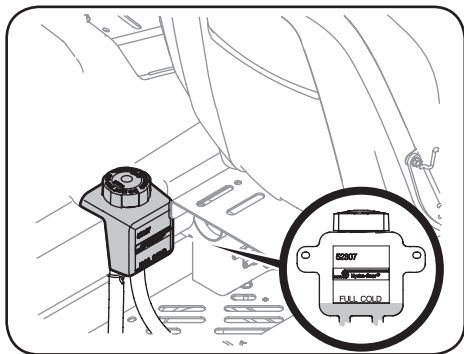

Figure 4-8
1. Nettoyez le bouchon du réservoir et la zone autour du bouchon afin que les débris ne contaminent pas l'huile. Voir Figure 4-8.
2. Tournez le bouchon dans le sens anti-horaire pour le retirer, puis vérifiez le niveau d'huile. Il doit y avoir de l'huile au fond de la cuvette, cependant le niveau d'huile NE doit PAS dépasser la marque PLEIN FROID (FULL COLD). Voir Figure 4-8. NE REMPLISSEZ PAS CE RÉSERVOIR.